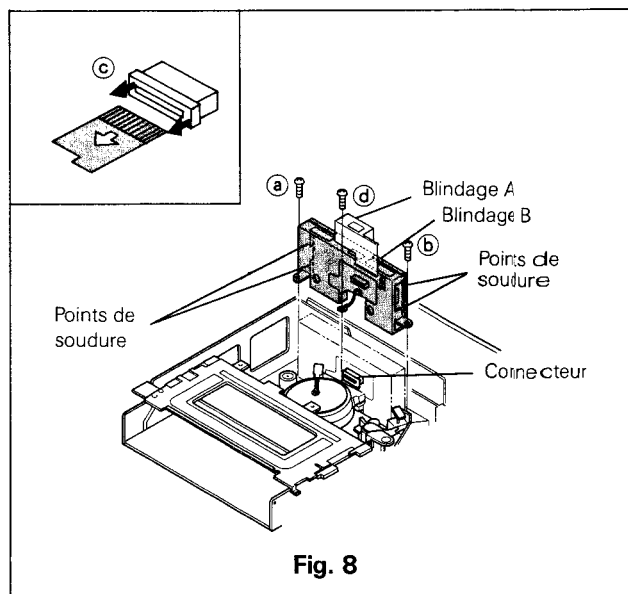

Fig. 8
- B. Déconnecter la tresse en tirant légèrement sur l'extrémité du connecteur ③ comme le montre la Fig. 8.
- C. Dévisser les trois vis (④, ⑥ et ⑦) qui retiennent la platine AMPLI-TETE, ainsi que le fil de masse.
- E. Afin d'accéder au côté composants, dessouder les quatre points de fixation du blindage puis l'ôter suivant la Fig. 8.